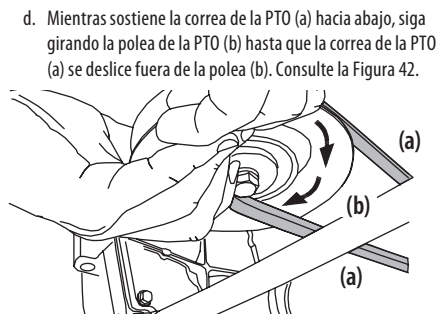

Figura 42
8. Tire del lado derecho de la correa de la PTO hacia atrás y coloque el lado V angosto de la correa de la PTO en la ppolea de la PTO. Consulte la Figura 42 en la página 62.
9. Mientras sostiene la correa y la ppolea de la PTO juntas, gire la ppolea de la PTO hacia la izquierda (Vea la Figura 42 en la página 62). Siga sosteniendo y rotando la ppolea de la PTO y la correa de la PTO hasta que la correa de la PTO se enrolle totalmente en la ppolea de la PTO.